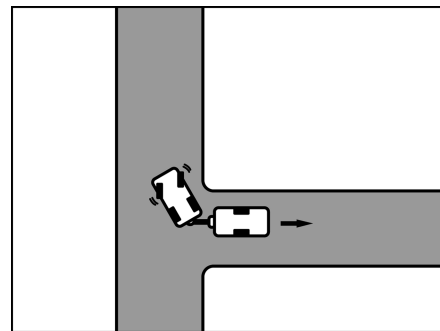

Fig. 13 Sterzare verso destra
- Sterzare verso destra e spostarsi con prudenza in retromarcia (Fig. 13).